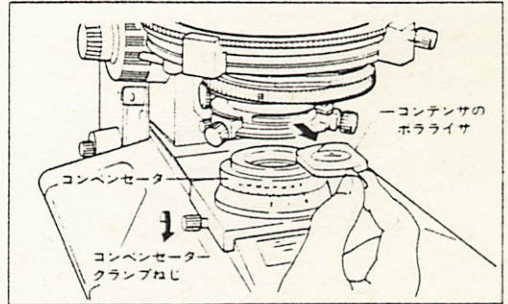

図17
- 6) コンデンサのポライザを外し、コンベンセータをベースのフィールドレンズ上に載せクランプします。このとき、ポライザ上に取り付いている1/20波長板は、クランプを緩めて取り外しておきます。(図17)